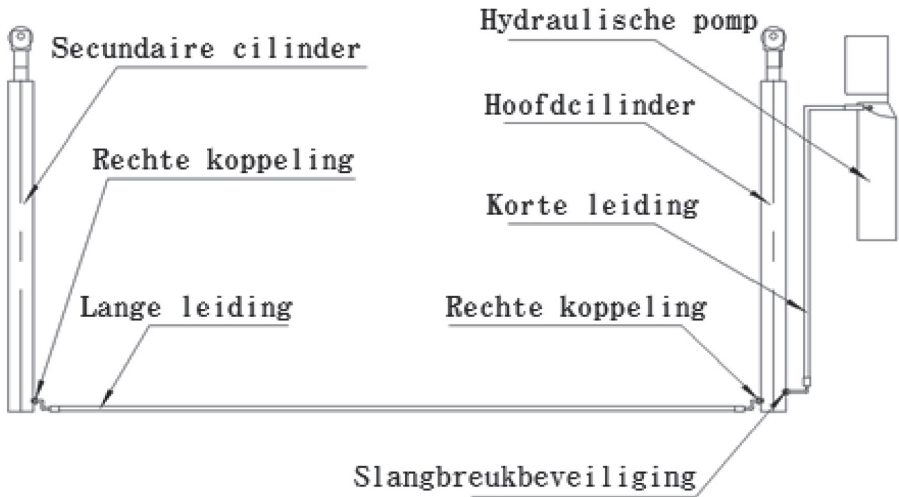
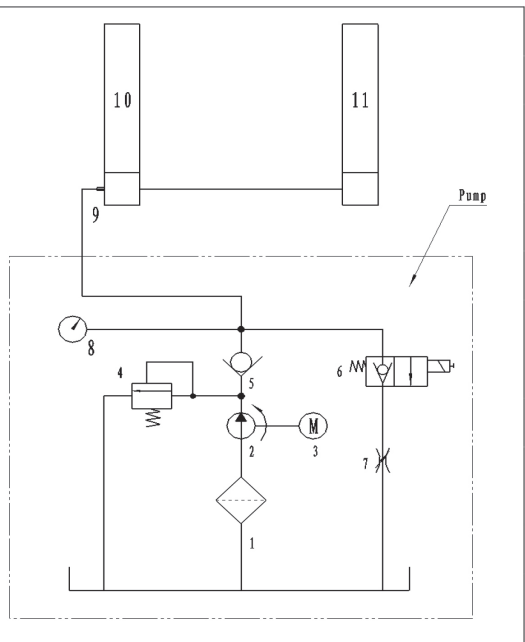

Fig. 17
Fig. 18
3. Voir les fig. 17 et la fig. 18 pour le schéma du système hydraulique.